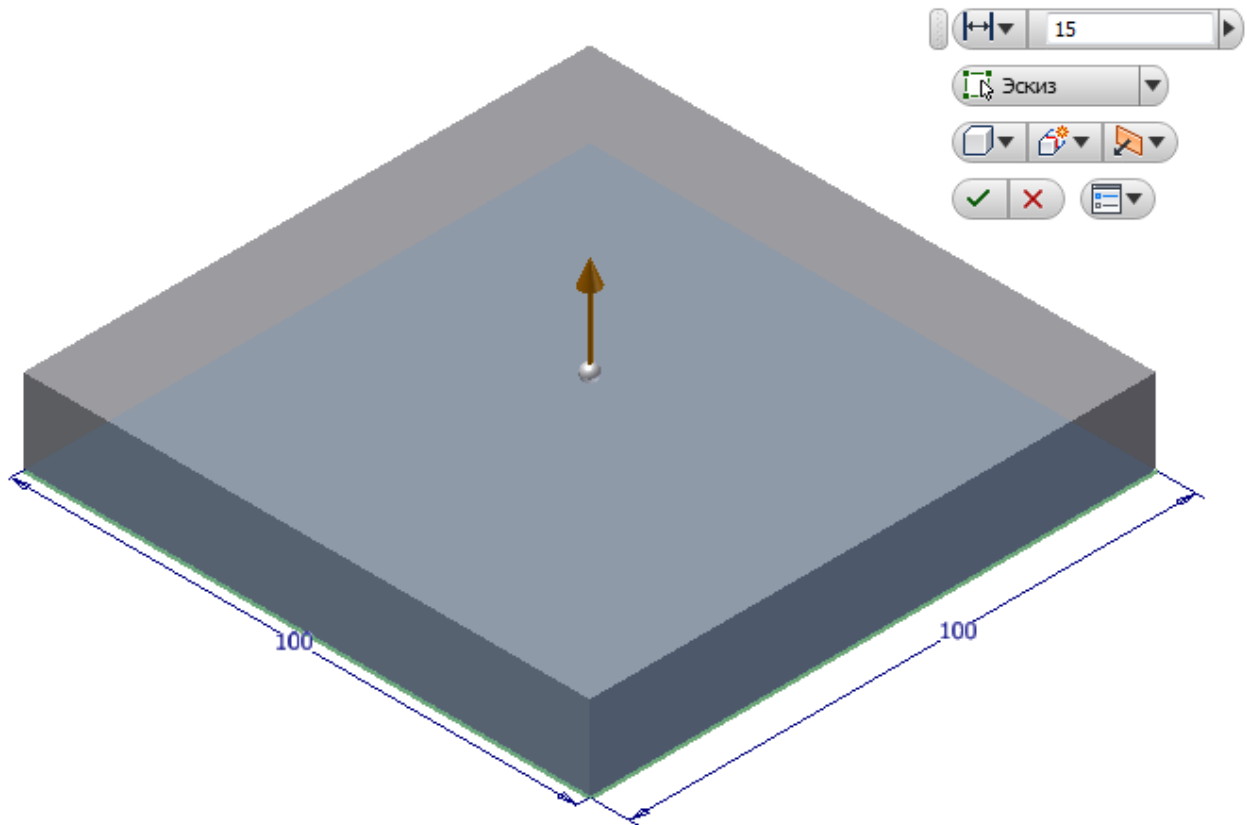

Рисунок 2.1 – Значение в диалоговом окне будет обновляться, когда вы будете перемещать стрелку направления
11) Щелкните и перетащите стрелку в конце выдавливания до тех пор, пока на мини-панели не появится **«H»**, или, когда подсветится значение в мини-панели, введите **«H»** (рисунок 2.1).